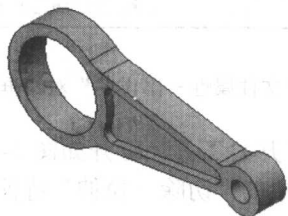
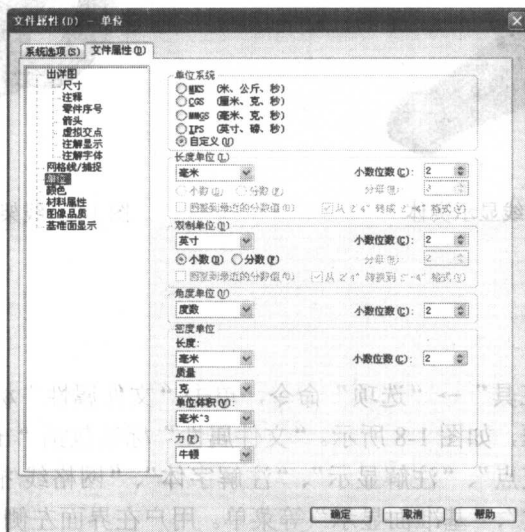

图 1-4 实体特征
图 1-9 “文件属性 - 单位”对话框
(4) 在特征管理器设计树中选择“前视基准面”，并使用草图绘制工具、草图绘制实体工具以及特征工具绘制如图 1-4 所示的实体特征。
(1) 单击标准工具栏中的  (打开) 工具，打开如图 1-4 所示的实体零件。
(2) 右键单击特征管理器设计树中的“切除 - 拉伸”特征，然后在快捷菜单中选择“编辑特征”命令，显示“切除 - 拉伸”属性管理器。
(3) 若发现切除尺寸的单位不符合设计要求，或想改变单位，可先退出“切除 - 拉伸”属性管理器，然后单击菜单栏中的“工具”→“选项”命令，在“文件属性”标签选择“单位”菜单，弹出“文件属性 - 单位”对话框，如图 1-9 所示。